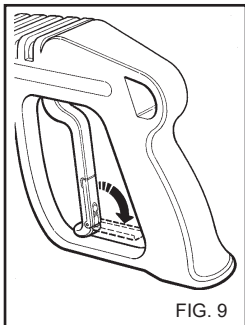

FIG. 9
- Wanneer de hogedrukreiniger niet gebruikt wordt, moet de veiligheidsvoorziening van de handgreep gesloten worden (fig. 9).